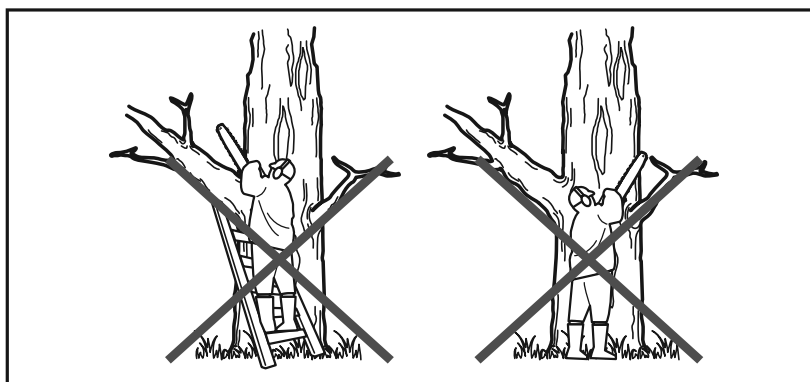

Fig. 19
6. Coloque o batente serrilhado (5) a um ponto inferior ao efetuar cortes em troncos mais espessos, puxando ligeiramente o produto para trás até que os dentes de prensão se soltem e volte a posicionar o produto a um nível inferior para continuar o corte. Não remova totalmente o produto da madeira.
8. Não utilize o produto com os braços totalmente estendidos nem tente cortar áreas de difícil alcance ou numa escada. Nunca utilize o produto acima da altura dos ombros (Fig. 19).